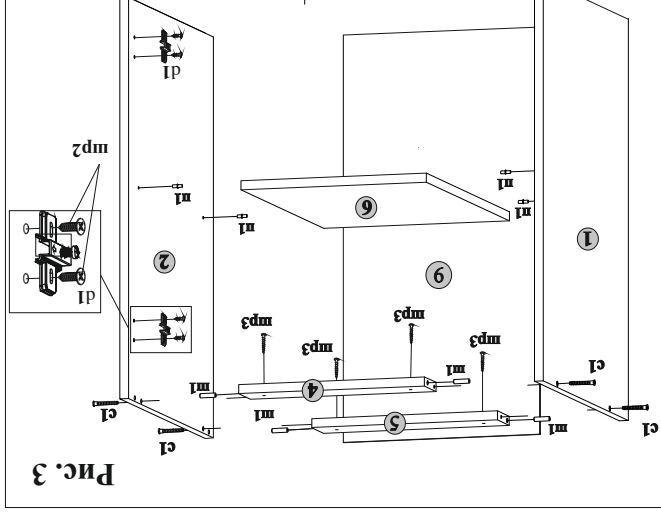

Рис. 3
5.5. Прикрепить колодки клипс **н2** к цоколю **7** шурупами **шр2**, установить клипсы в колодки (рис.3).
5.8. Наложить столешницу, выровнять по корпусу, закрепить шурупами **шр3** (рис.3).
5.9. Установить полку **6** на полкодержатели **п1** (рис.3).
5.2. В отверстия **д** 8 мм на торцевых краях панелей **4**, **5** вставить шпатель **шп** (рис.3).
5.3. На внутреннюю поверхность боковых стенок **1** и **2** в отверстия **ди**-**метром** 5 мм установить полкодержатели **п1** с помощью молотка. На внутреннюю поверхность боковой стенки **1** или **2** (в зависимости от открывания двери) закрепить направляющие петли **д1** с помощью шурупов **шр2** и крестообразной отвертки. Соединить между собой детали корпуса **1, 2, 3, 4, 5** и стянуть стяжками винтовыми **с1**, пользуясь ключом **к1** (рис.3).